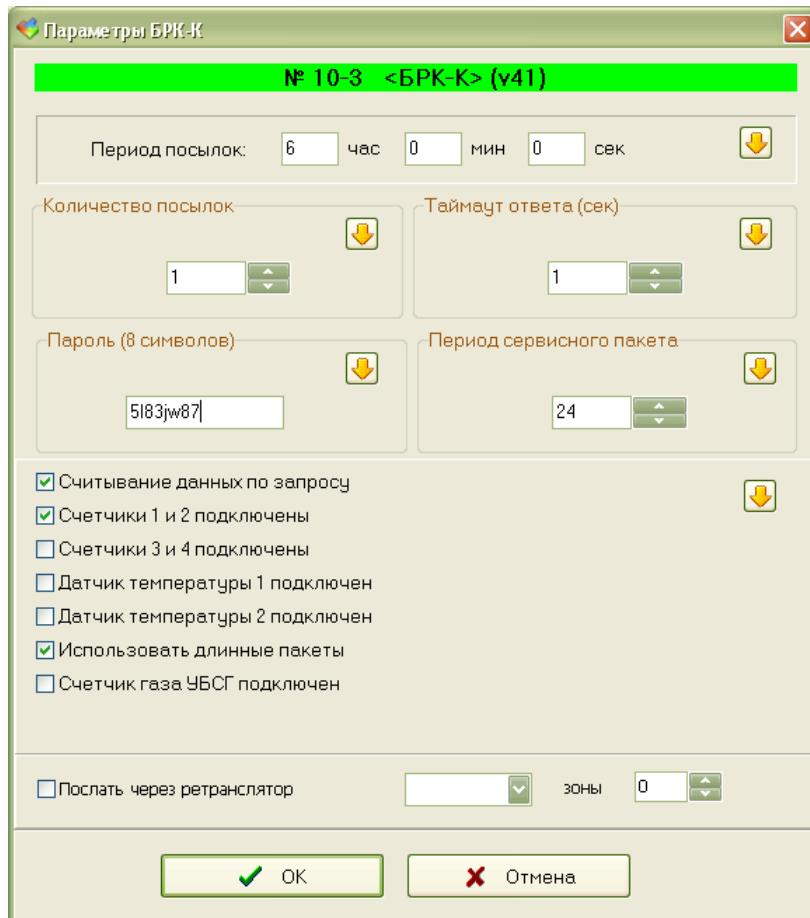

Рисунок 33 - Параметры БРК-К
1) Для настройки основных параметров БРК-К следует выбрать в окне «Доступные счетчики» требуемый блок и в контекстном меню выбрать пункт «БРК-К\Изменить параметры». Откроется окно «Параметры БРК-К» (рисунок 33).